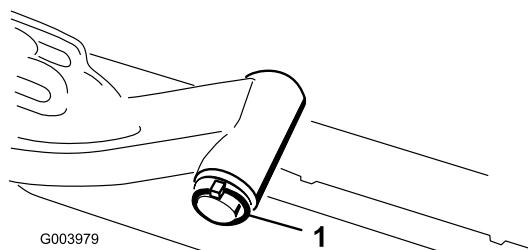

Figura 12
- A. Togliete l'acciarino e la rondella che fissano l'albero di articolazione al braccio di sollevamento, ed estraete l'albero dal braccio di sollevamento (Figura 12).
- C. Inserite l'albero del braccio di sollevamento nel braccio di sollevamento, e fissatelo con la rondella e l'acciarino (Figura 12).